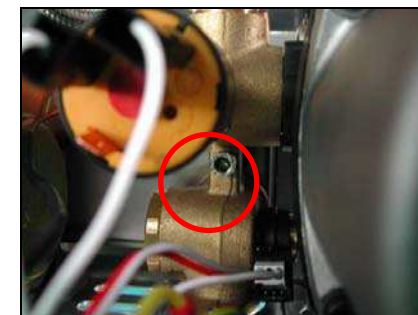

Рисунок 45
- ❑ Отвинтите два винта, соединяющие теплообменник с гидравлическим узлом (Рисунок 45).